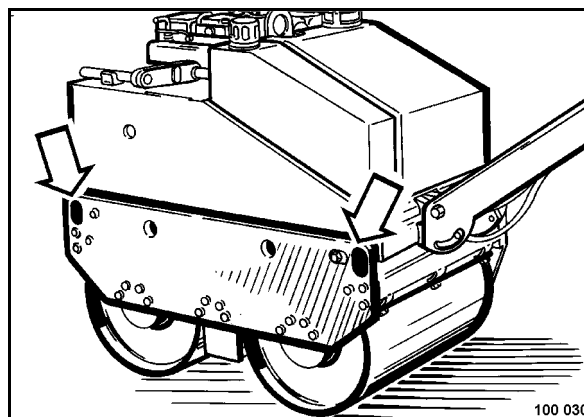

Fig. 42
- Fijar la máquina en el medio de transporte. A este efecto hay que fijar el atado en ambos lados en los puntos de atado marcados (Fig. 42).